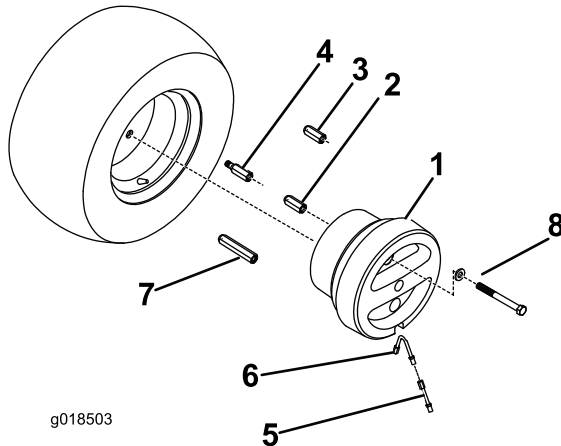

Figure 1
3. Posez les 3 boulons ou écrous adaptateurs appropriés sur la roue (Figure 1). Serrez les adaptateurs à un couple de 115 à 136 Nm.